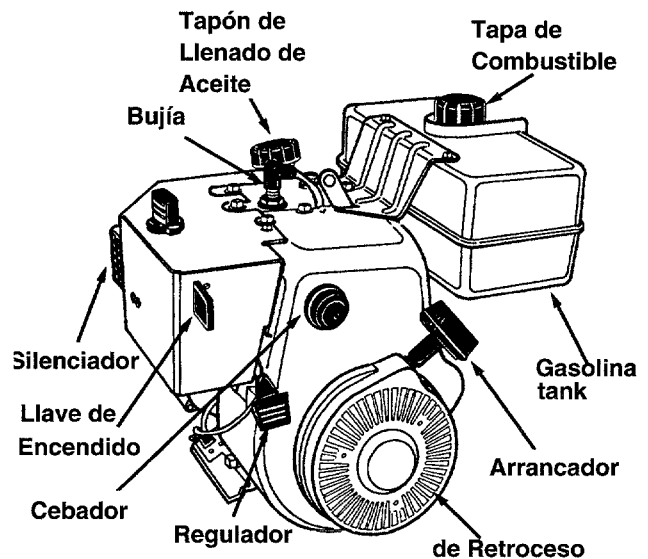

Figura 17
- Llene el tanque de combustible con gasolina limpia, fresca, sin plomo de grado automotriz. Vea la figura 17.
Vea la figura 17.